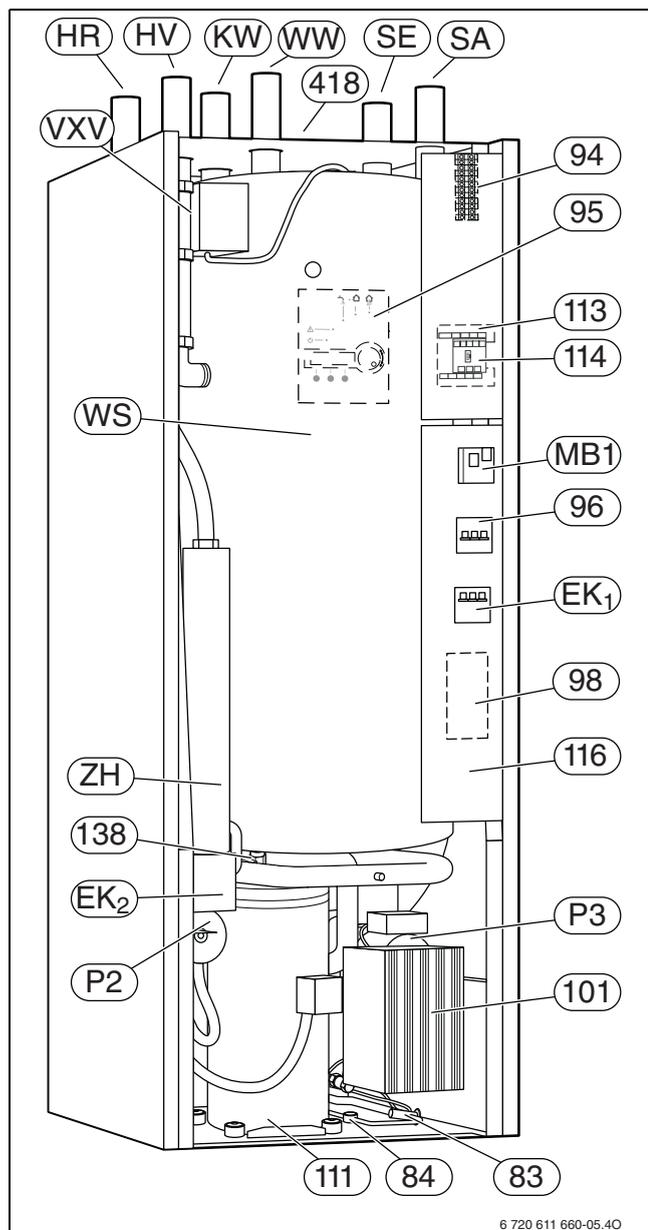
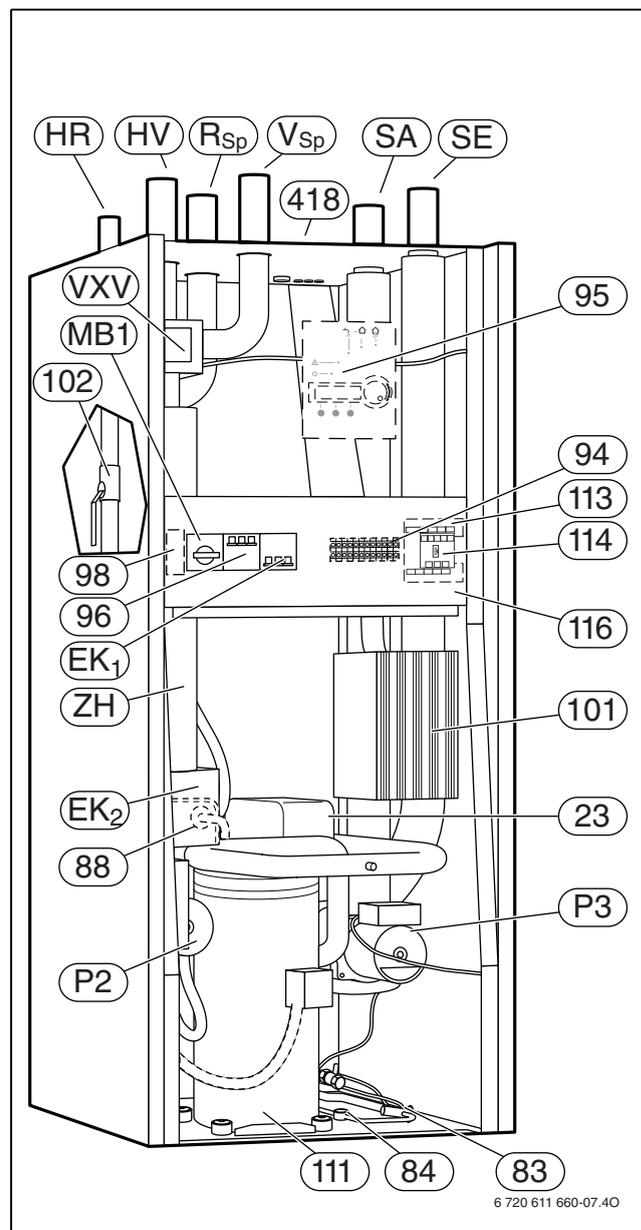

Bild 4
Bild 5
Das Typschild (418) befindet sich auf der oberen Abdeckung des Gerätes (→ Bild 4 und Bild 5 auf Seite 9).
Legende zu Bild 4 und Bild 5: